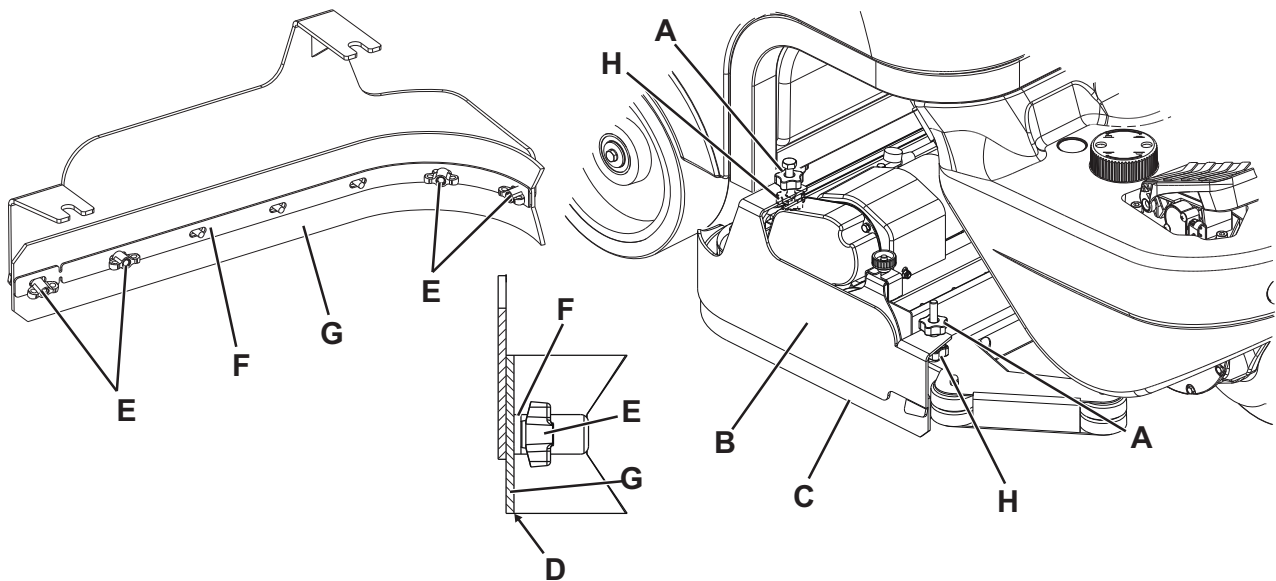

Figure 9
2. Positionner la clé de contact (58) sur "0".
3. Sur les deux côtés de la machine, desserrer les pommeaux (A, Fig. 9) et enlever les groupes volets latéraux (B).
5. Contrôler si le bord inférieur (C) des volets :
- a l'arête intérieure (D) non usée ;